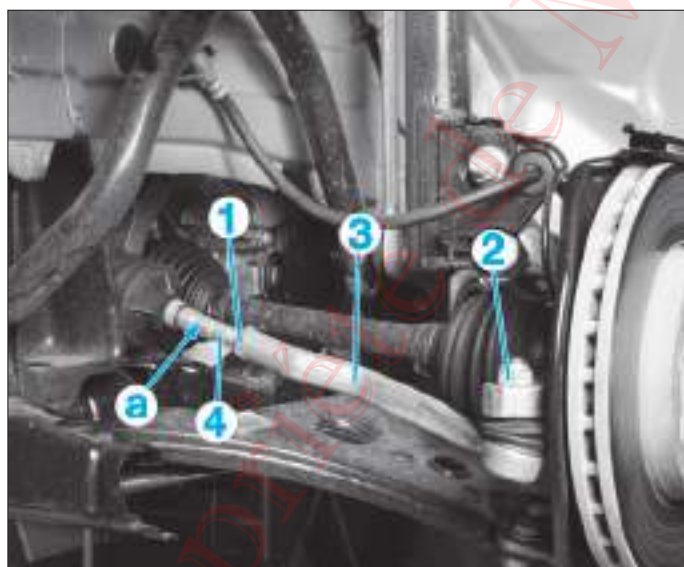

FIG. 11
- Desserrer le contre-écrou (1) de réglage de parallélisme (Fig.11).